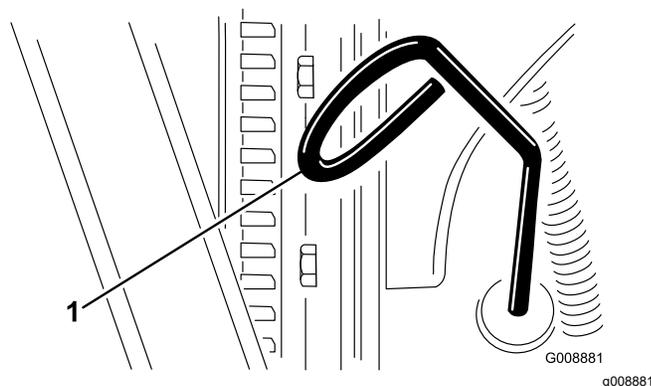

Рисунок 61
3. Выньте масломерный щуп (Рисунок 61) и протрите его чистой ветошью.